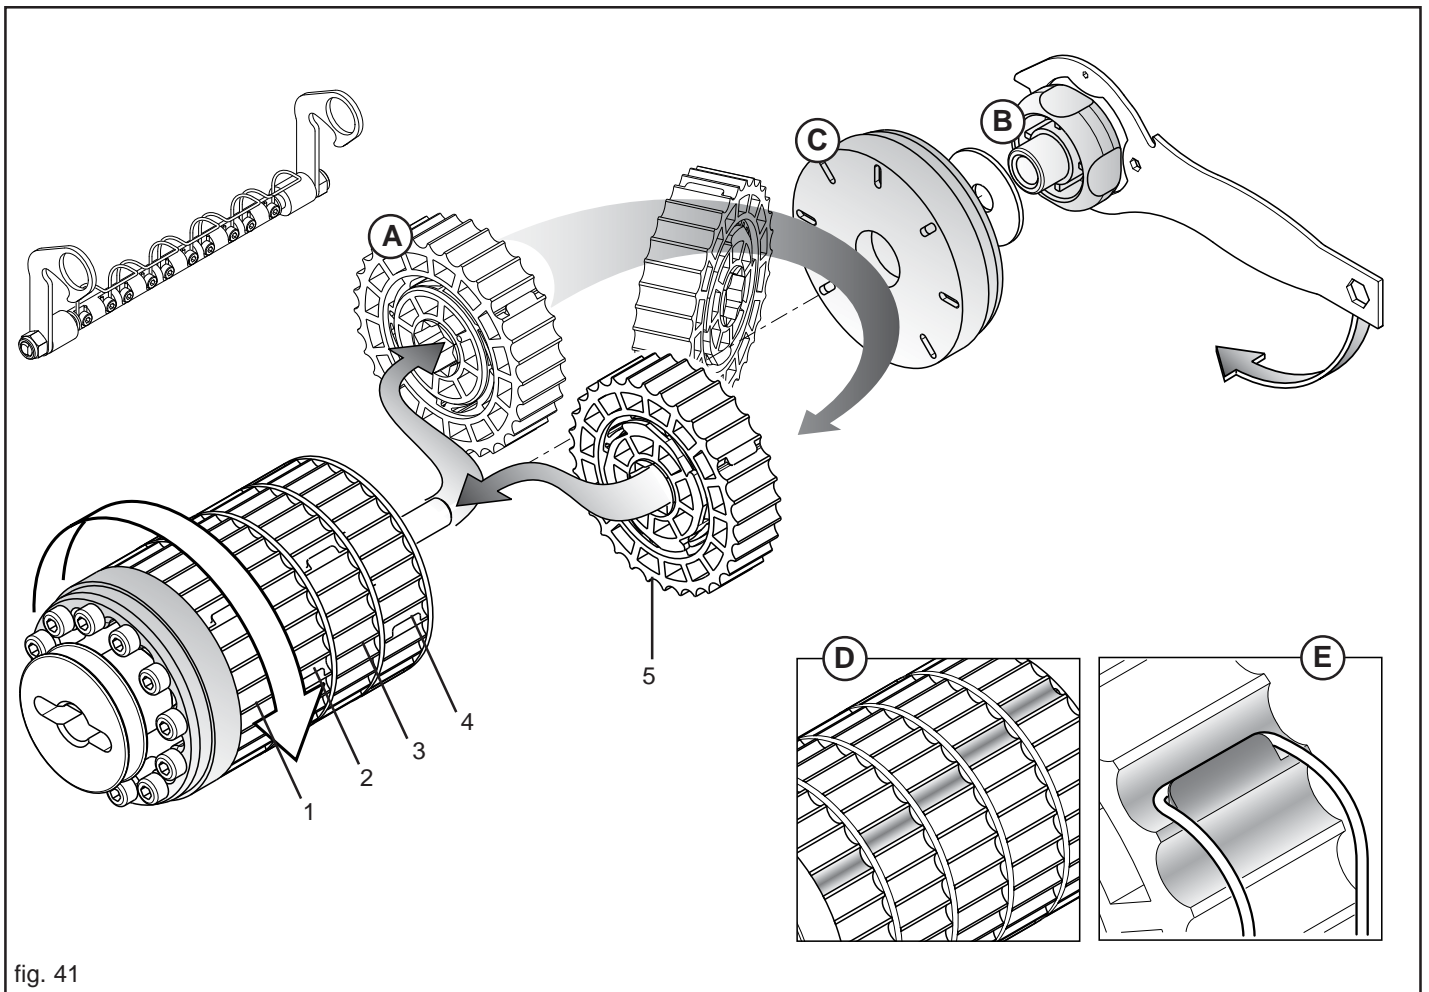

fig. 41
Vorausgesetzt, dass jedes Element (A, Abb. 41) 20% der gesamten Dosierrolle verteilt, können die arbeitenden Elemente erhöhen werden, um die Drehgeschwindigkeit des Getriebes zu reduzieren und um dadurch eine gleichmäßigere Produktstreuung zu erhalten.
Nach dem Abbau der Dosierrolle von dem Gerät ist der Kugelgriff (B, Abb. 41) mit dem beigegebenen Schraubenschlüssel abzuschrauben und dann ist die Feststellnutmutter (C) zu entfernen. Das ausgeschlossene Element oder die ausgeschlossenen Elemente abziehen und um 180° gedreht wieder anbringen, **wobei die korrekte Position der einzelnen Elemente einzuhalten ist** (1-2-3-4-5, Abb. 41).
Beim Anbringen der Elemente ist derart vorzugehen, dass die Kehlen der aktiven Elemente bei der Arbeit zueinander verschoben sind (D, Abb. 41), um eine kontinuierliche Streuung zu gewährleisten.
Das Reinigungselement in der Arbeitsposition festspannen und sicherstellen, dass die Federn an den entsprechenden, auszuschließenden Elementen (E, Abb. 41) befestigt sind, um deren Drehung und folglich die Streuung zu verhindern.